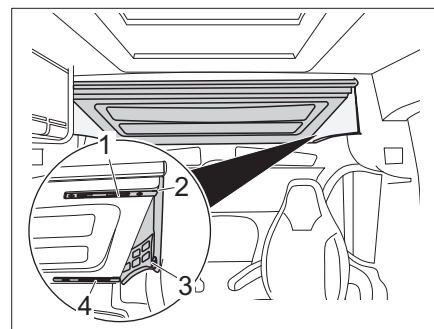

Bild 28 Multiroof nach oben geklappt
- Das Multiroof mit einer Hand heben. Mit der anderen Hand die beiden vorderen Verriegelungen (Bild 28,1) links und rechts öffnen.
- Das MultiRoof vorsichtig nach oben klappen, bis sich die Verriegelungsbolzen auf der Höhe der oberen Einkerbungen (Bild 28,2) befinden.
- Das Multiroof mit einer Hand heben. Mit der anderen Hand die beiden Verriegelungsbolzen (Bild 28,1) aus den Einkerbungen ziehen.
- Das Multiroof vorsichtig herunterklappen, bis sich die beiden Verriegelungsbolzen in Höhe der unteren Einkerbungen (Bild 28,3) befinden.
- Das Multiroof mit beiden Händen halten, während die zweite Person alle Verriegelungen (Bild 28,F und 4) links und rechts löst.